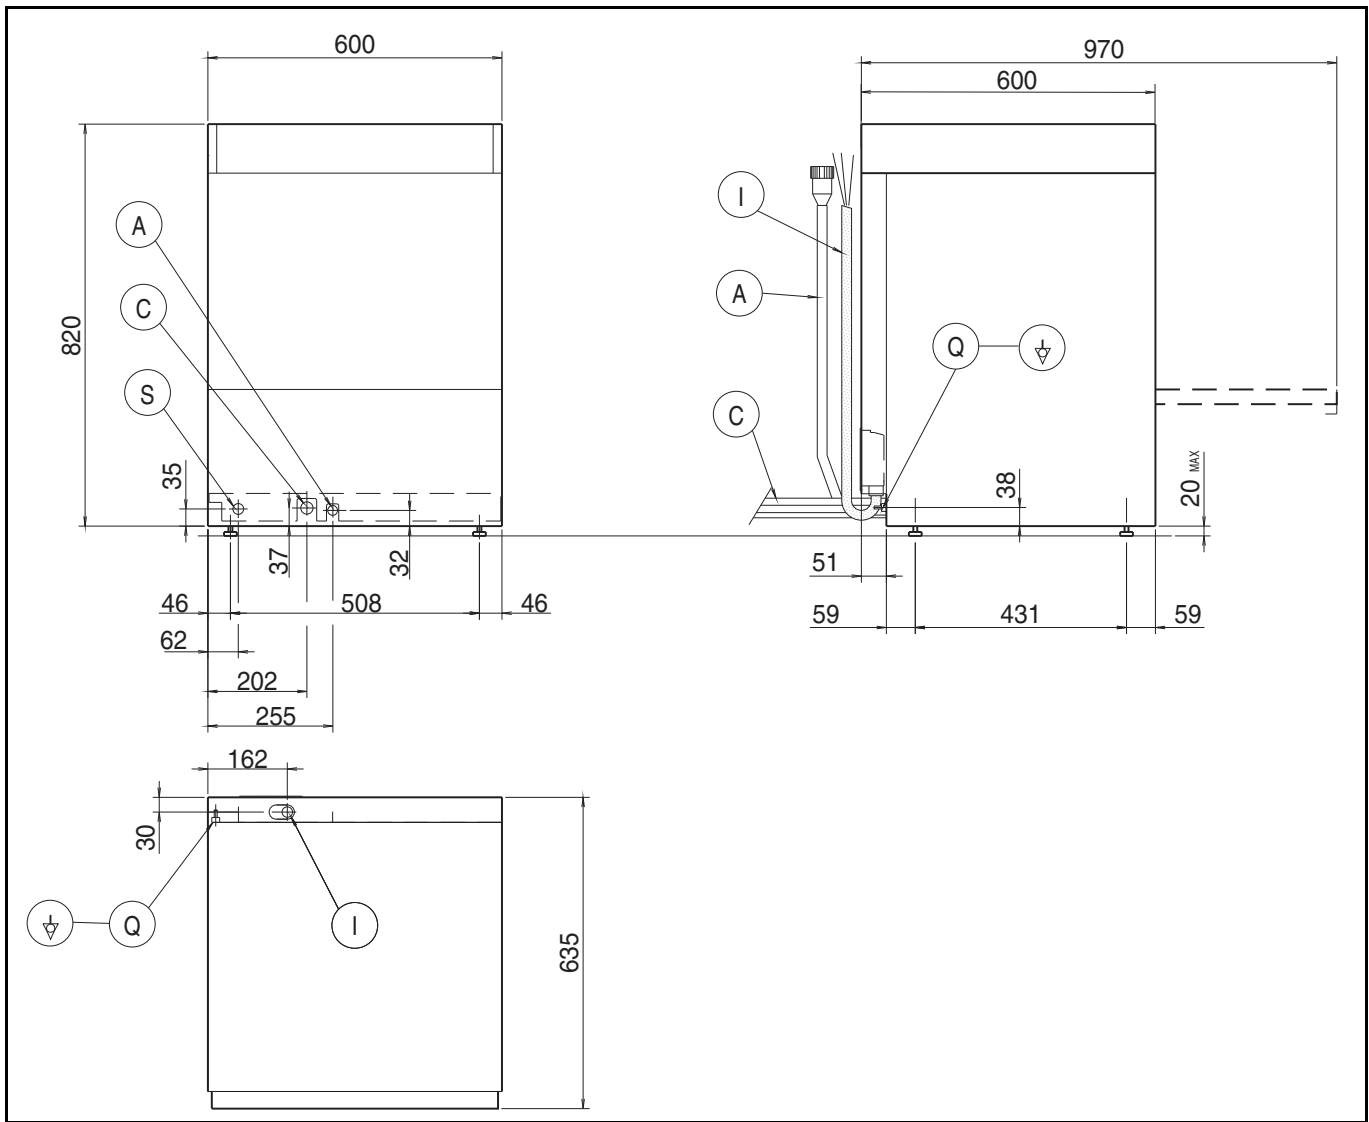

Abb. 4
Zeichenerklärung zu Abb. 4
- Die Wasserzufuhrleitung „A“ des Gerätes (Abb. 4)
Das Ablaufrohr „C“ (Abb.4) unter Verwendung eines